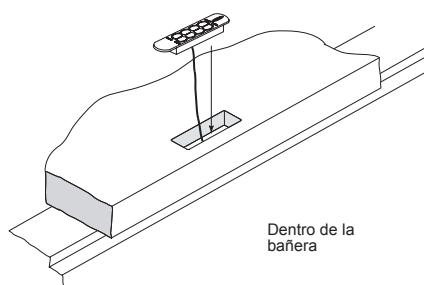

Figura 7. Panel de control
- 5 Baje el panel de control hacia el recorte y presione con firmeza para incrustar el adhesivo (Figura 7).